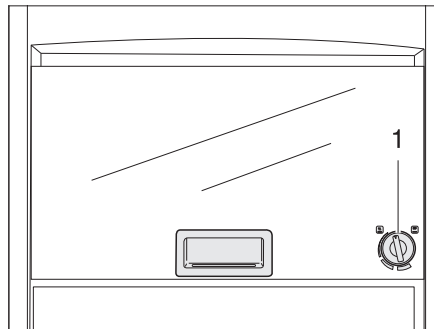

Fig. 344 Four à gaz (Dometic)
- Appuyer légèrement sur le bouton tournant (Fig. 344,1) et le tourner vers la gauche sur la position souhaitée.
- Tourner le bouton tournant (Fig. 344,1) sur "O". La flamme s'éteint.